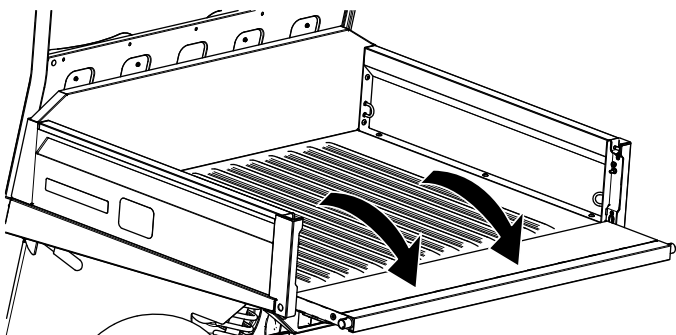

Figure 69
3. Abaissez le hayon jusqu'à ce qu'il soit au niveau du fond du plateau de chargement (Figure 69).